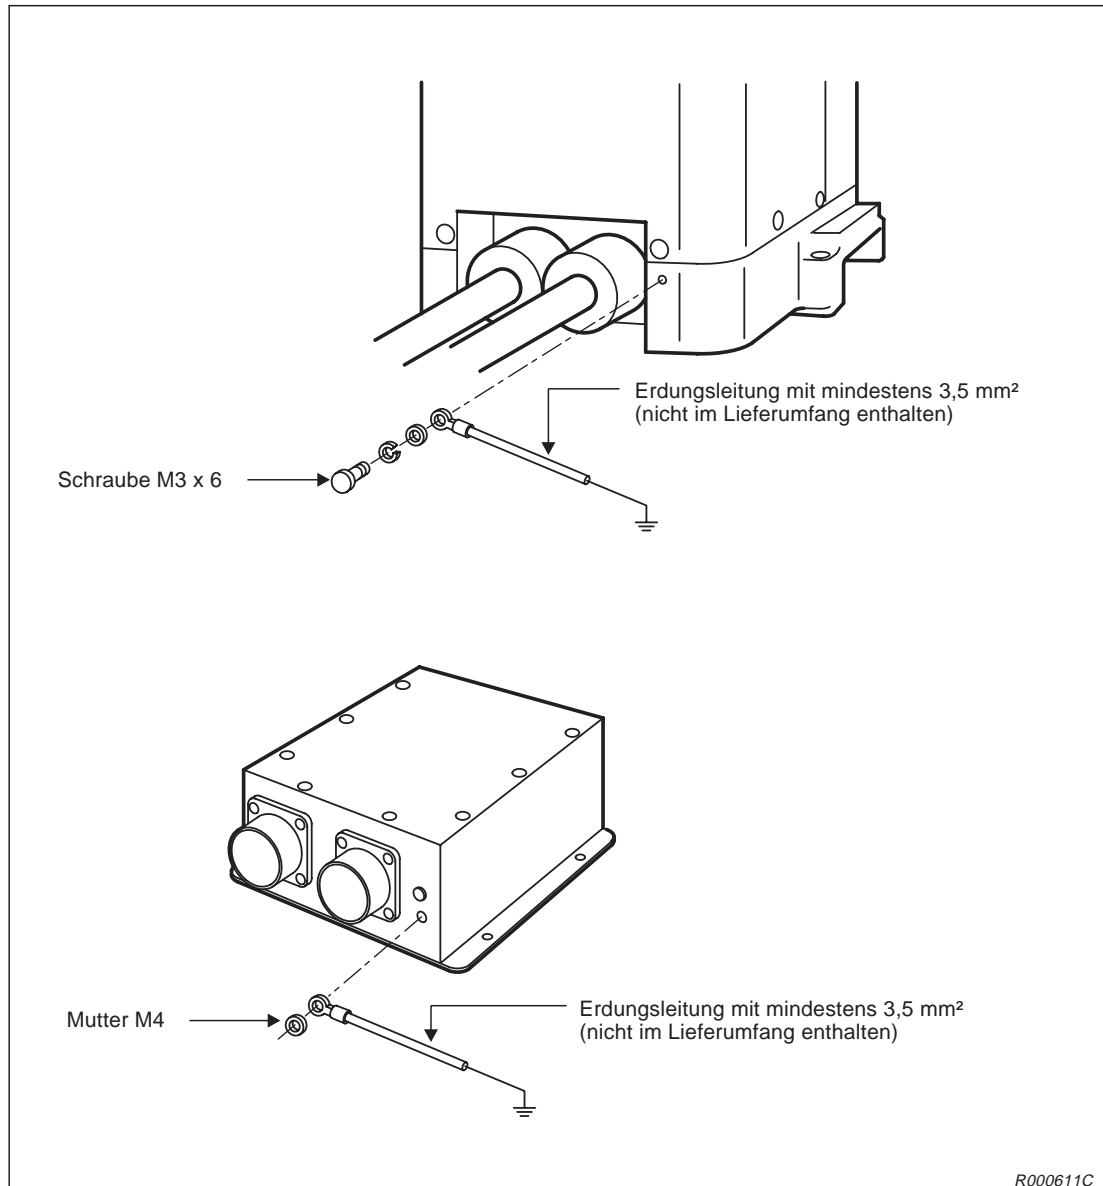

Abb. 2-7: Erdung des Roboterarms und der Anschlussbox
- Die Erdung des Roboterarms erfolgt über eine M3-Gewindebohrung (siehe Abb. 2-7) am Sockel.
- Die Erdung der Anschlussbox erfolgt über ein M4-Gewinde (siehe Abb. 2-7) am Gehäuse.
In Abb. 2-7 wird die Erdung des Roboterarms gezeigt.